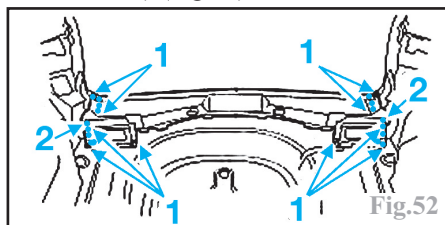

Fig.52
Meuler les points de soudure (1) et fraiser les points de soudure (2) (deux épaisseurs de tôle) (Fig.52)